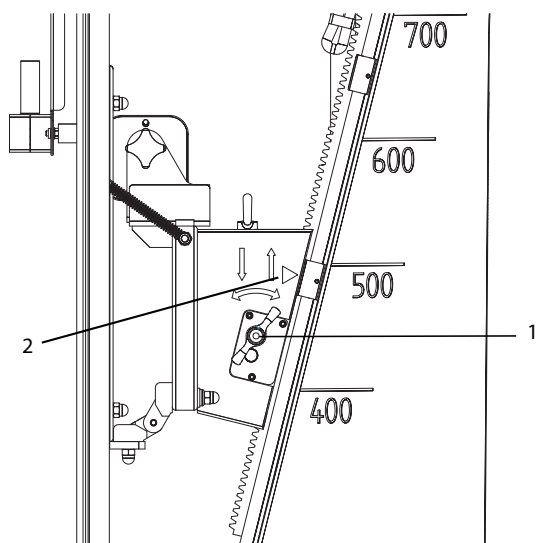

Fig. 9: Skjuta uppåt
2. Ställ in vertikalutlösningen på Nedåt (vrid den åt vänster). Se även fig. 9.